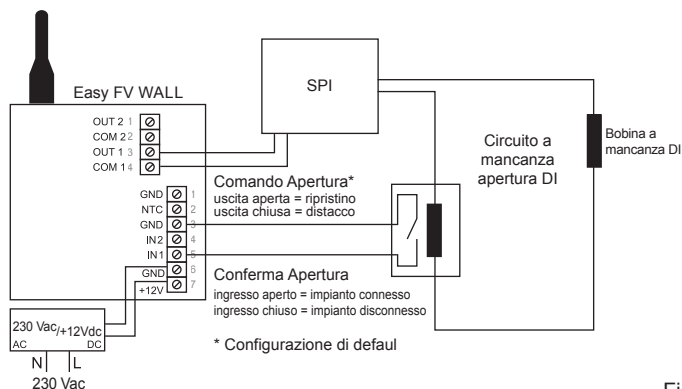
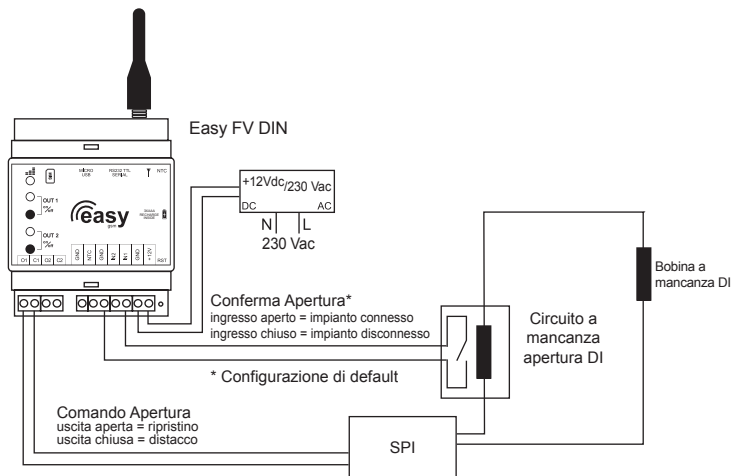

Fig.4
Fig. 9
D. Eseguire i collegamenti elettrici seguendo lo schema di collegamento più appropriato (Fig.4 ed il paragrafo *Collegamenti elettrici*).
B. Eseguire i collegamenti elettrici seguendo lo schema di collegamento più appropriato (Fig.9).
Gli esempi di collegamento riportati in Fig. 4 (modello WALL) e Fig.9 (modello DIN) rappresentano la modalità di installazione di Easy FV per controllare un impianto fotovoltaico o eolico secondo l'allegato M della norma CEI 0-16 Edizione III.